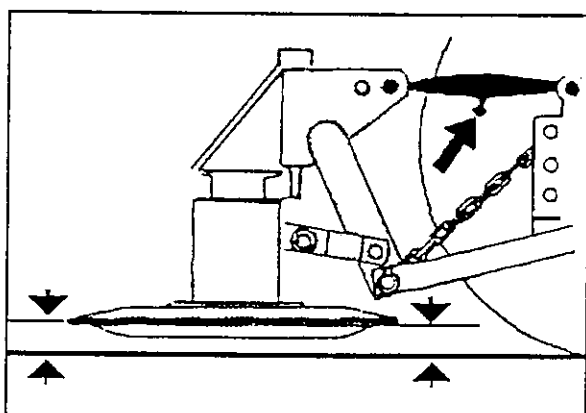

Fig. 4-14
4. Posizionare la mietitrice sul suolo in posizione completamente orizzontale (Fig. 4-14).